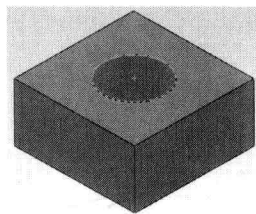

图 1-15 “切除-拉伸”结果
(7) 按“Ctrl+7”组合键(或单击“视图(前导)”工具栏中“视图定向”按钮下的“等轴测”按钮)，将显示变为“等轴测”，结果如图 1-15 所示。